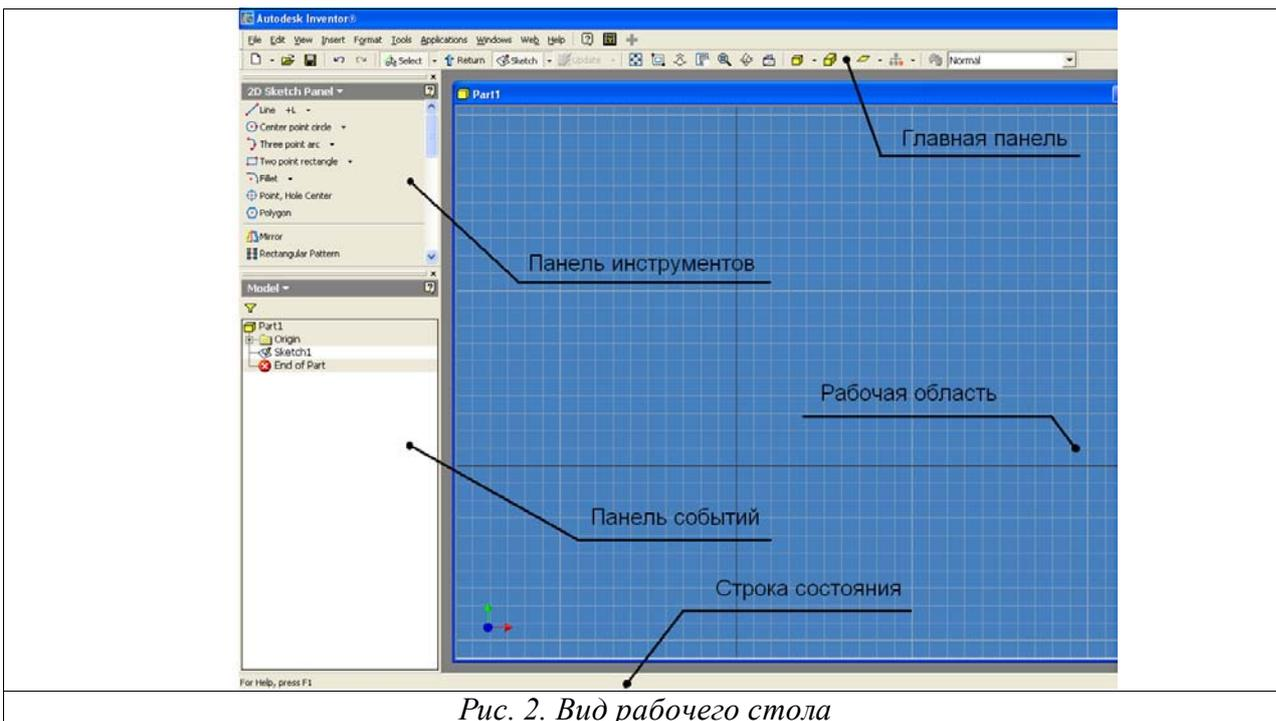

Рис. 2. Вид рабочего стола
4. Из палитры инструментов выберите команду **Work Plane**, а затем нажмите на панели событий (рис. 2) символ «+» напротив надписи **Origin** и выберите **XY Plane**. При этом на рабочем поле появится плоскость.